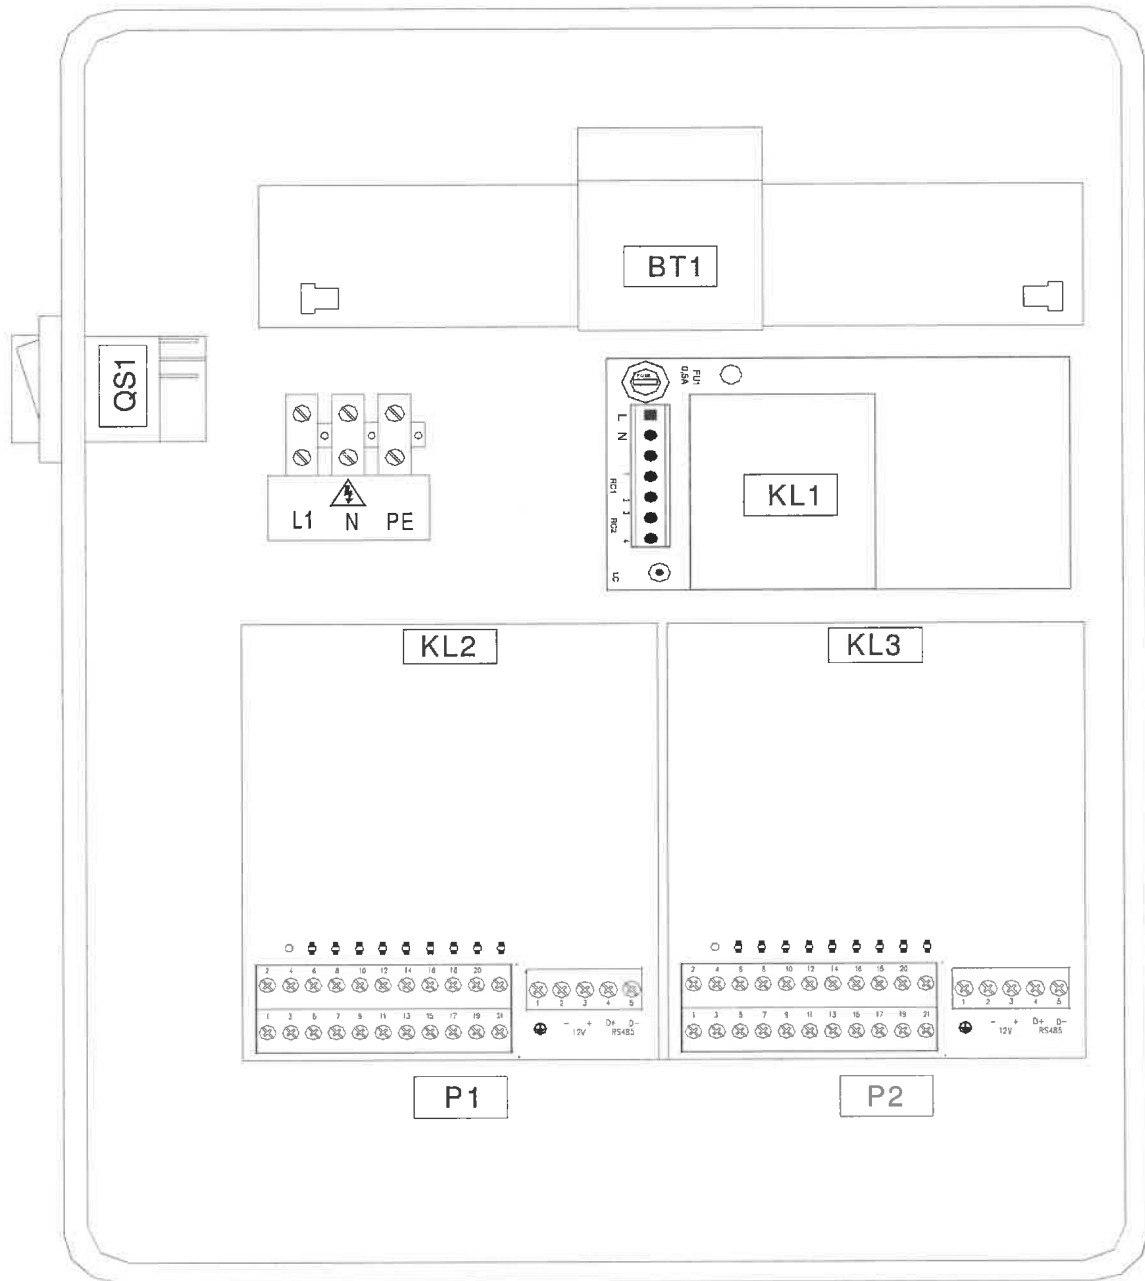

Fig.1
8.1 Descrizione componenti principali (fig.1)